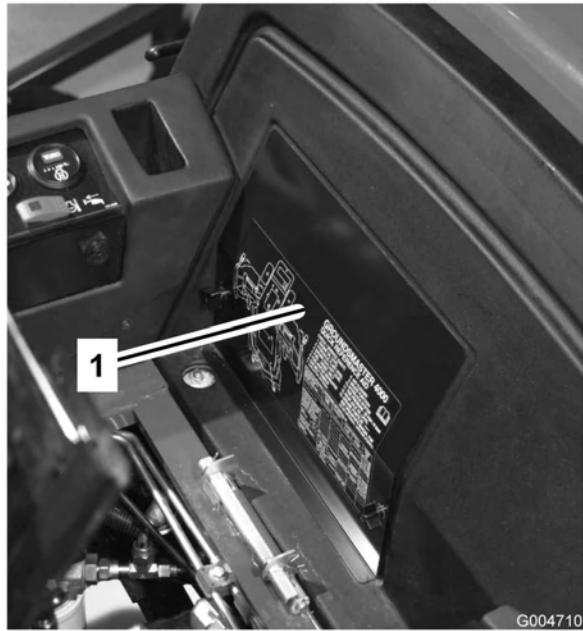

Figura 53
2. Togliete il coperchio della batteria (Figura 53).